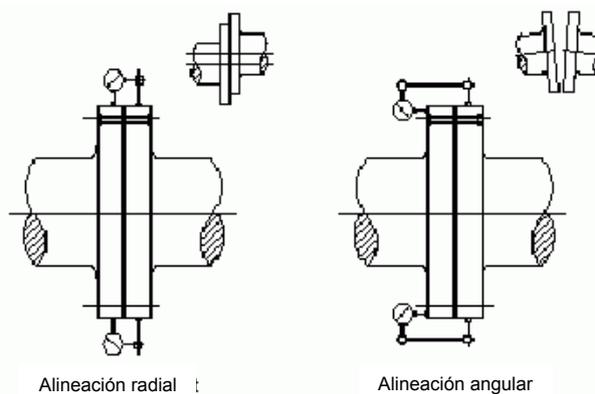

Figura 3-5. Verificación de la alineación con indicadores
1. Monte el equipo de alineación. Si se utilizan indicadores, resulta práctico ajustar el indicador con dial de manera que se encuentre disponible aproximadamente la mitad de la escala en cada dirección. Verifique la rigidez de las escuadras de los indicadores para eliminar la posibilidad de combas; vea la figura 3-5. Verificación de la alineación con indicadores.